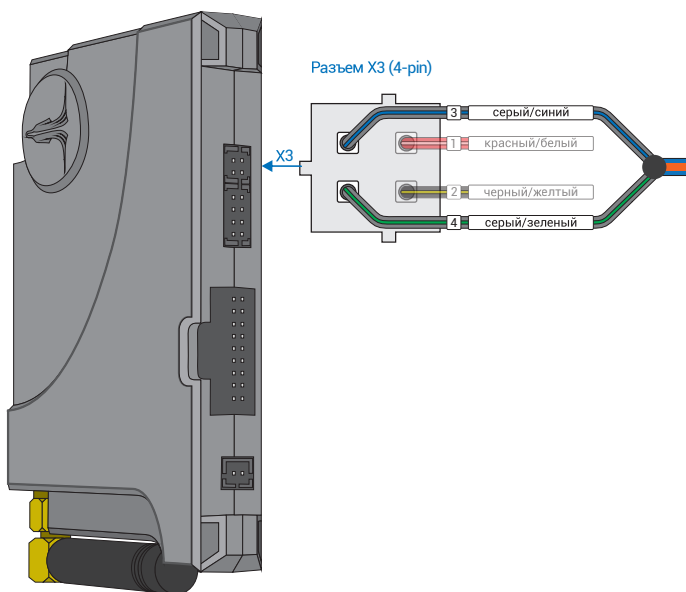
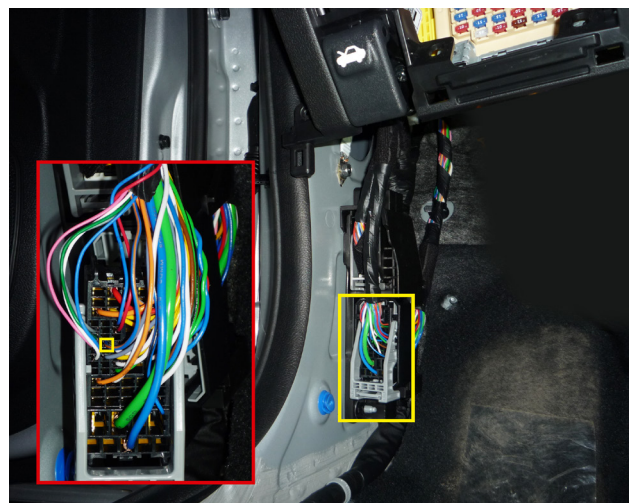

Рис.1 Призрак-8xx
Рис.2 Место подключения (синий/оранжевый провод)
3. Объедините между собой серый/синий провод (контакт №3) и серый/зеленый провод (контакт №4), находящиеся в разъеме X3 (см. рис.1). Подключите их к шине данных а/м: синий/оранжевый провод за левой кик панелью в синем разъеме (см. рис. 2).